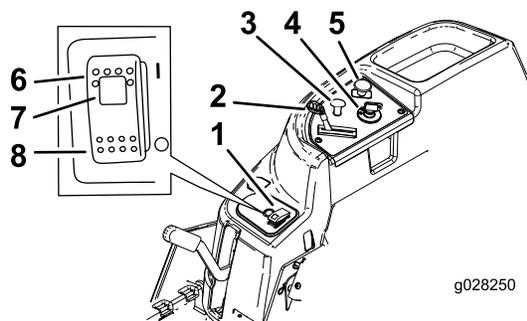
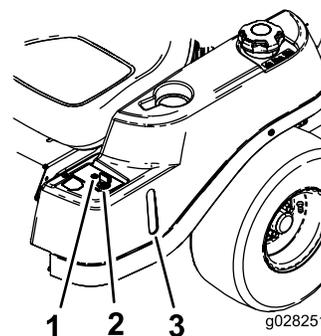

Figure 5
Figure 6
Avant de mettre le moteur en marche et d'utiliser la machine, familiarisez-vous avec toutes les commandes; voir Figure 5 et Figure 6.
Le commutateur d'allumage a 3 positions : arrêt, contact et démarrage. La clé tourne jusqu'à la position Démarrage et revient automatiquement en position Contact lorsqu'elle est relâchée. Tournez la clé à la position Arrêt pour couper le moteur. Enlevez toujours la clé de contact avant de quitter la machine pour éviter tout démarrage accidentel (Figure 5).
Utilisez le starter pour démarrer quand le moteur est froid. Tirez sur le bouton de starter pour l'engager. Poussez sur le bouton du starter pour le désengager (Figure 5).
La commande d'accélérateur peut être réglée entre les positions Haut régime et Bas régime. Déplacez la commande d'accélérateur en avant pour augmenter le régime moteur et en arrière pour le réduire (Figure 5).
La commande des lames (PDF) engage et désengage les lames du tablier de coupe (Figure 5).
Le regard de carburant, situé sur le côté gauche de la machine, permet de vérifier que le réservoir contient de l'essence (Figure 6).
Cette commande vous permet de tondre en marche arrière quand elle est activée. Pour l'activer, tournez la commande en position activée et relâchez-la lorsque la PDF est engagée. Pour la désactiver, désengagez la prise de force (PDF) (Figure 6).
- Appuyez sur la commande SmartPark™ pour la mettre à la position activée (Figure 5).